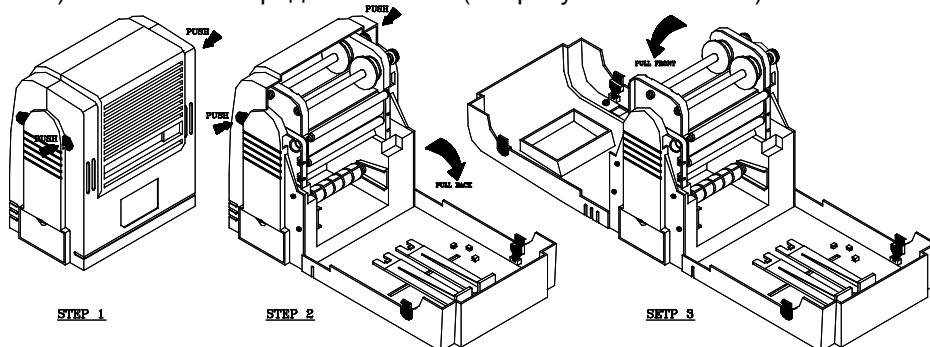

Рис. 2.2.1
3. Открыть заднюю панель, нажимая две защелки блокировки слева и справа (часть 5). Установите заднюю панель (см. рисунок 2.2.1 шаг 2).
4. Откройте переднюю панель, нажимая две защелки блокировки слева и справа (часть 4). Установите переднюю панель (см. рисунок 2.2.1 шаг 3).